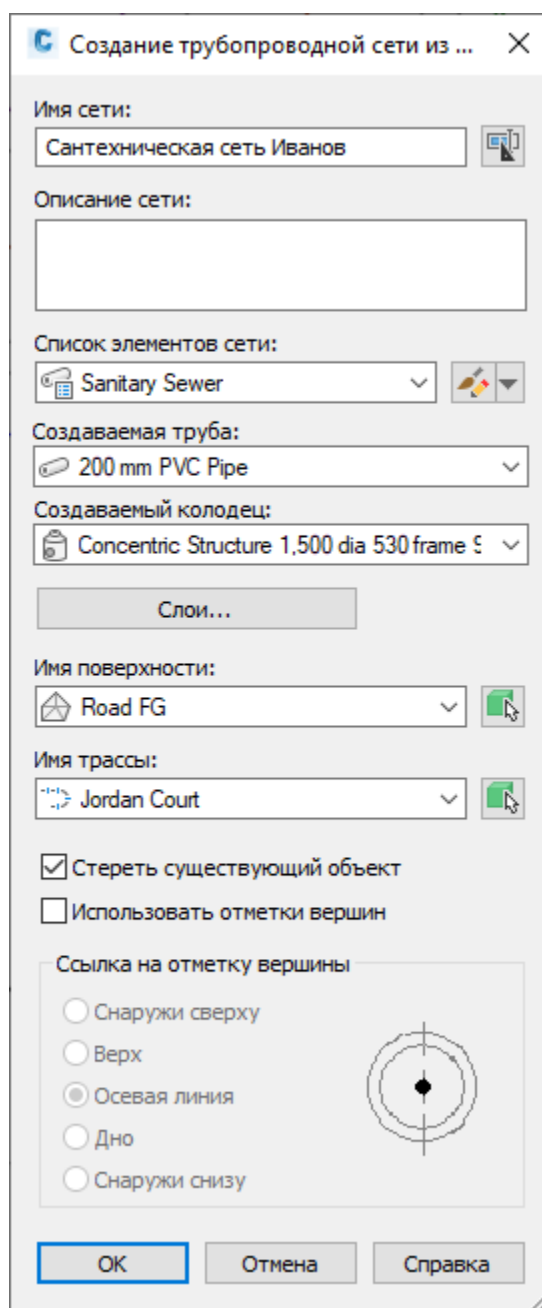

Рис. 1.4. Параметры при создании напорной трубопроводной сети на основе объекта
6. В диалоговом окне **Создание трубопроводной сети из объекта** установите следующие параметры (рис. 1.4):